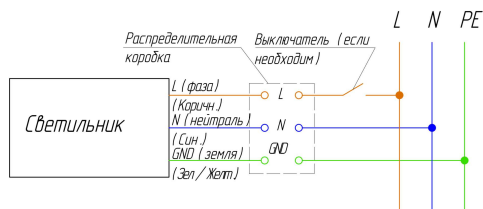

Рисунок 6. Подключение светильника к сети ~230В.
- произведите соединение кабеля светильника с питающим кабелем. Соединение необходимо производить в распределительной коробке, либо другим допустимым по ПУЭ и ПТЭЭП способом. При этом необходимо соблюдать полярность соединения проводов: коричневый – фазный проводник, синий – нейтральный проводник, зеленый/желтый – защитный проводник («земля») см. рисунок 6.